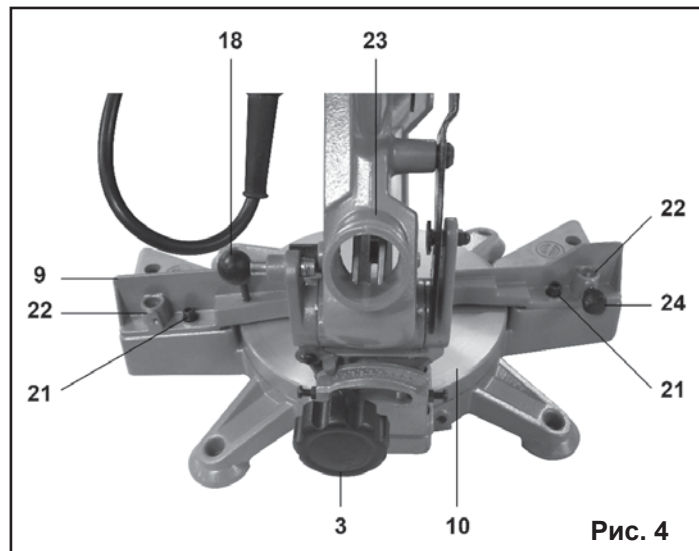

Рис. 4
9.1. Приведение пилы в верхнее положение, Рис. 4,5
9.3. Транспортное положение пилы, Рис. 4, 5